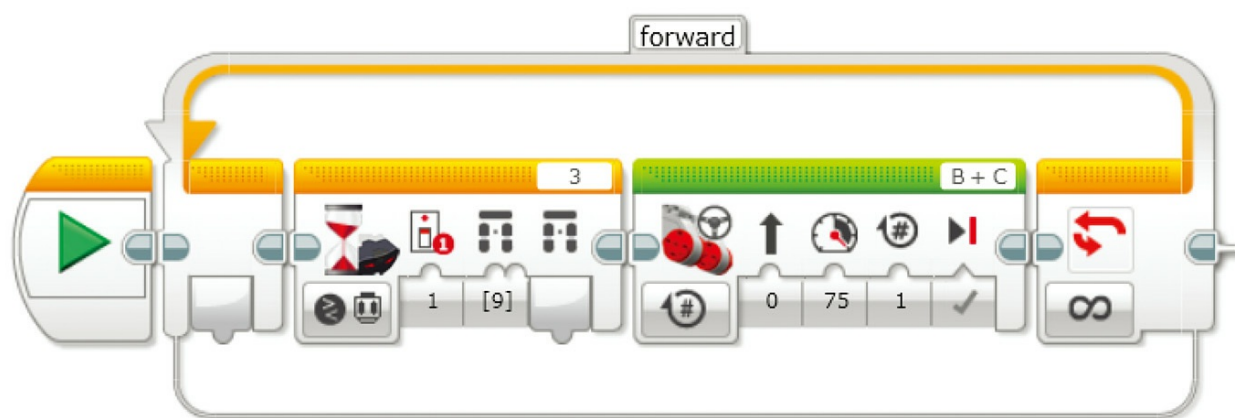

图9.26 完成后的前进循环模块
7. 拖曳一个移动转向模块到循环模块中，将其放在等待模块后面，你会得到一个与图9.26相似的程序模块。